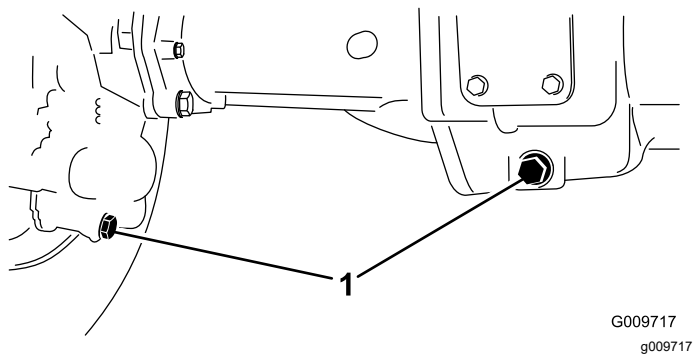

Figura 112
2. Limpie la zona alrededor de los tres tapones de vaciado, uno en cada extremo y uno en el centro (Figura 112).